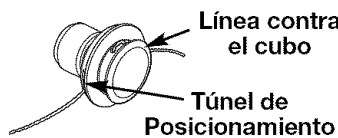
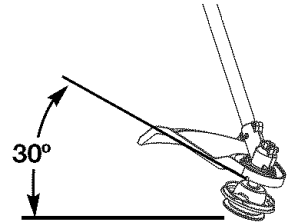

Fig. 9
Fig. 10
5. Hale la línea y cerciórese de que la línea esté contra el cubo y que esté totalmente extendida a través de los túneles de posicionamiento (Fig. 9).
Gire toda la unidad a modo de que el accesorio de corte se ubique a un ángulo de 30° con el suelo (Fig. 10).
PRECAUCION: Antes de operar esta unidad, cerciórese de que el botón de desenganche esté completamente trancado en el orificio primario (Fig. 9), y que la perilla (Fig. 10) esté suficientemente apretada.
1. Quite el filtro de aire / tapa del silenciador. Ver *Remoción de la Tapa del Filtro / Silenciador* (Fig. 9).